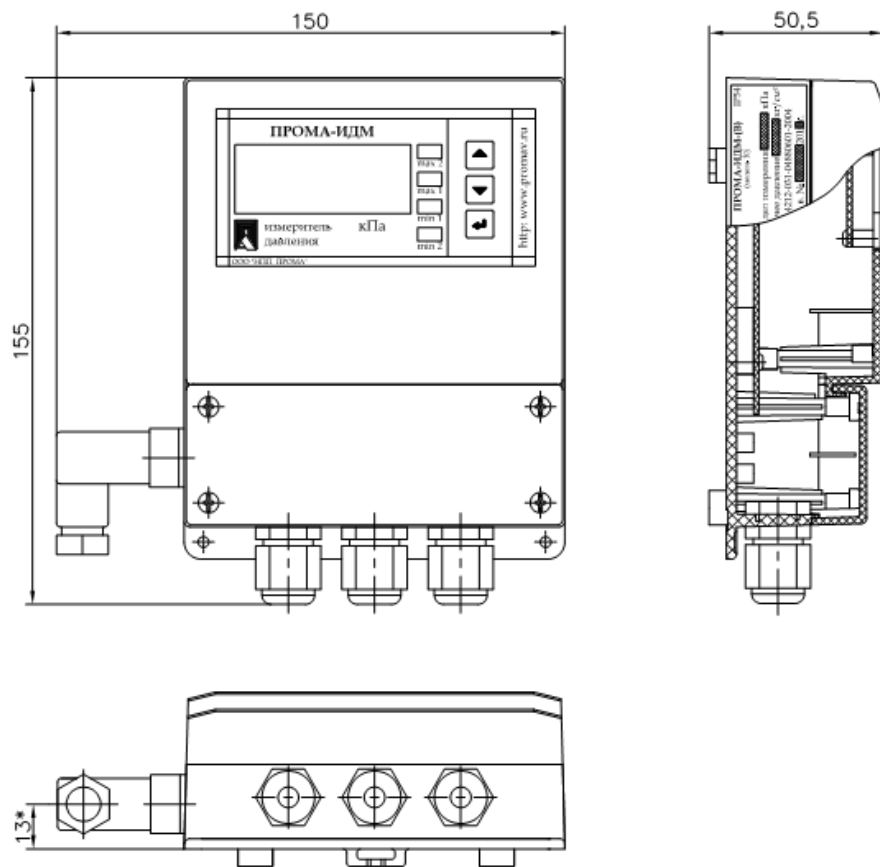

Рис. 2.3.Измеритель ПромА-ИДМ(В) Настенное исполнение.
- Рис. 2.3. Измеритель Прома-ИДМ(В) Настенное исполнение. Габаритный чертеж.